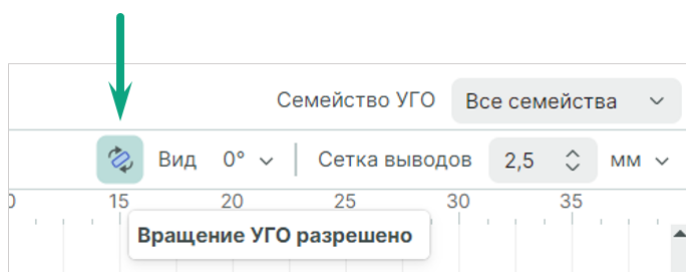

Рис. 189 Выключение запрета на поворот УГО
2. В редакторе УГО включите разрешение на поворот УГО, Рис. 189.